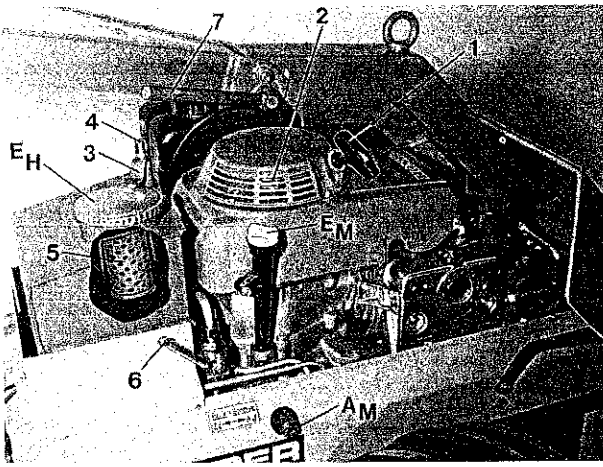

Abb. 9
h) Park-Bremshebel (6 Abb. 9) nicht ganz offen	Park-Bremshebel (6 Abb. 9) ganz nach vorne stellen